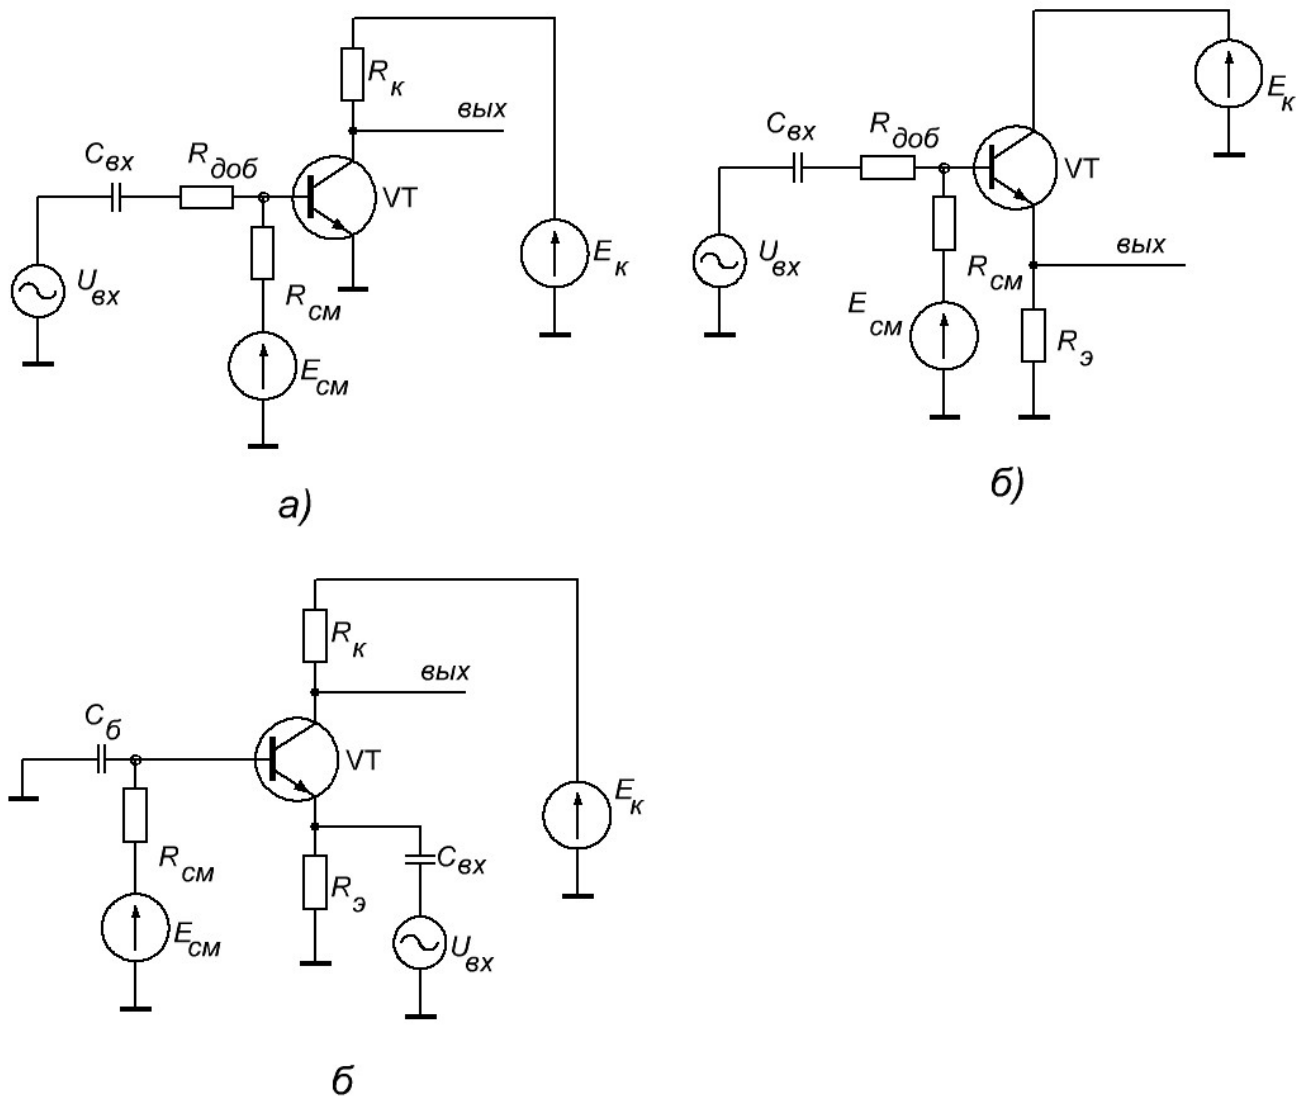

Рис. 8. Схемы для исследования каскадов с ОЭ (а), ОК (б), ОБ (в).
3.2. На лабораторном стенде собрать соответствующую схему (рис.8), установить требуемые значения сопротивлений резисторов, установить напряжения питания и с помощью базового тока транзистора $I_b = E_1/R_{см}$ выставить напряжение на выходе схемы, равное половине напряжения питания (Сопротивление $R_{см}$, установить, равным 100кОм). Подавая на вход синусоидальный сигнал, измерить сигнал на выходе схемы. При этом необходимо, чтобы искажений формы сигнала на выходе не наблюдалось.